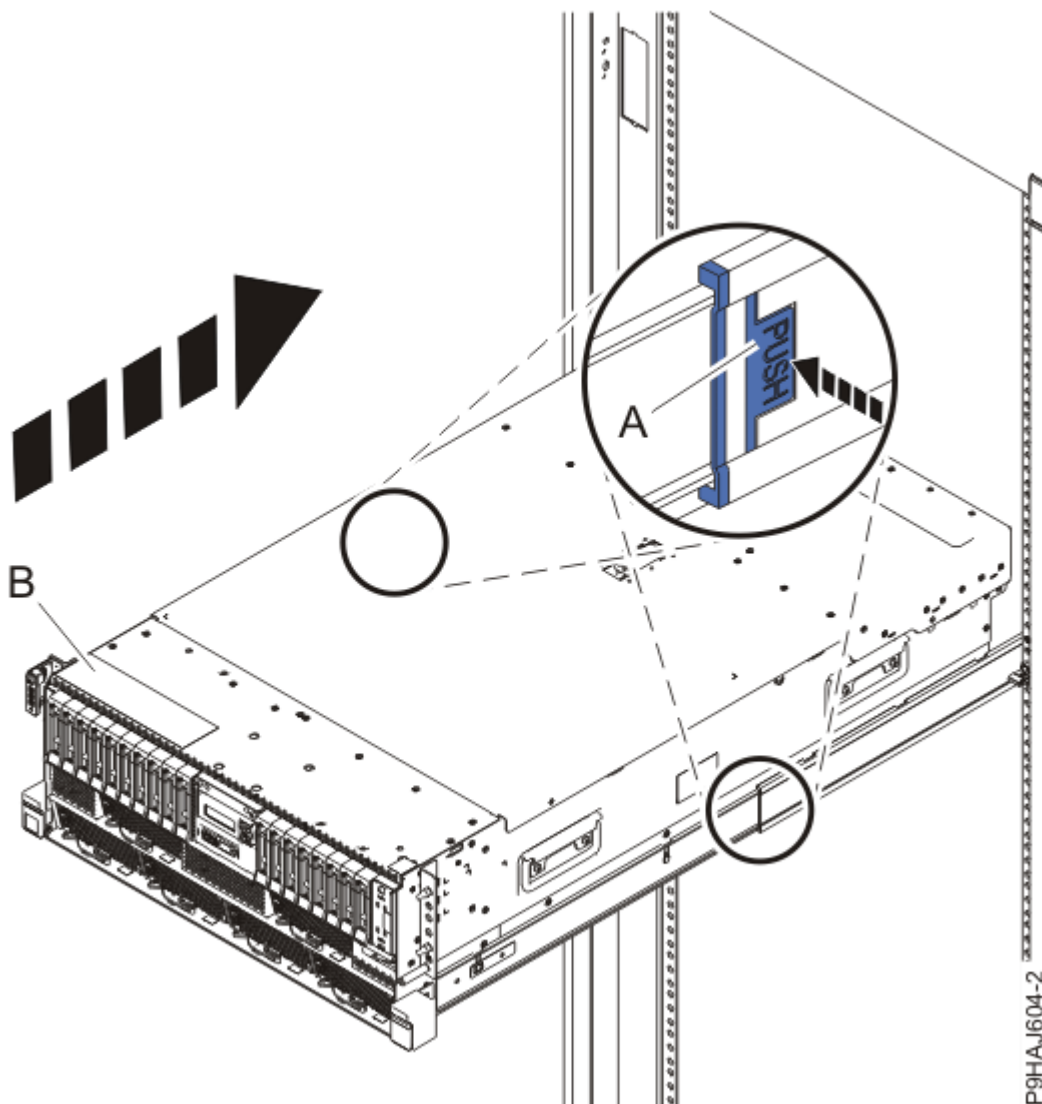

Figure 17. Mise en position de fonctionnement du système
3. Pour un système monté en armoire, déverrouillez les loquets de sécurité bleus (**A**) en les poussant vers l'intérieur, comme illustré dans la Figure 17, à la page 23.